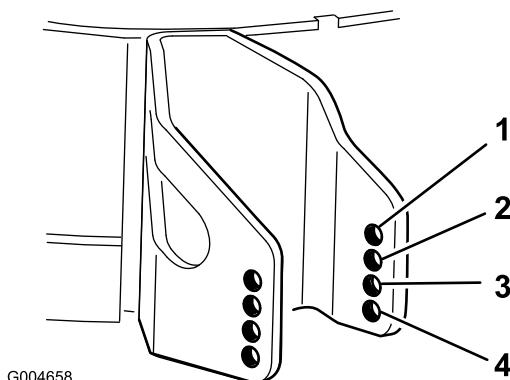

Figure 24
- Choisissez le trou qui convient pour que le galet anti-scalp se trouve le plus près possible de la hauteur de coupe correspondante voulue (Figure 24).